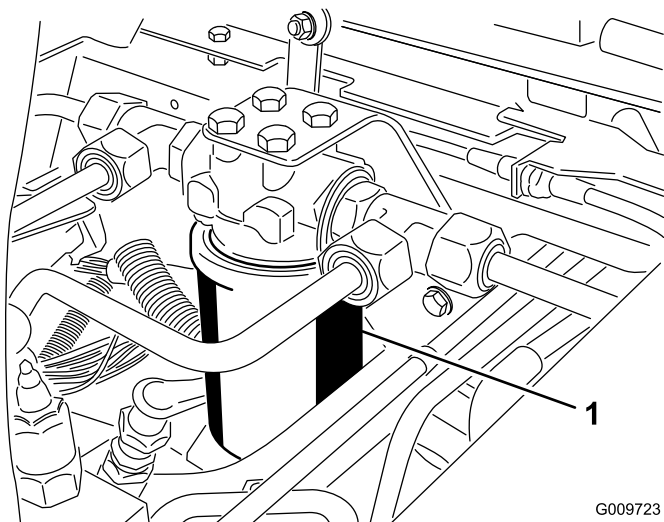
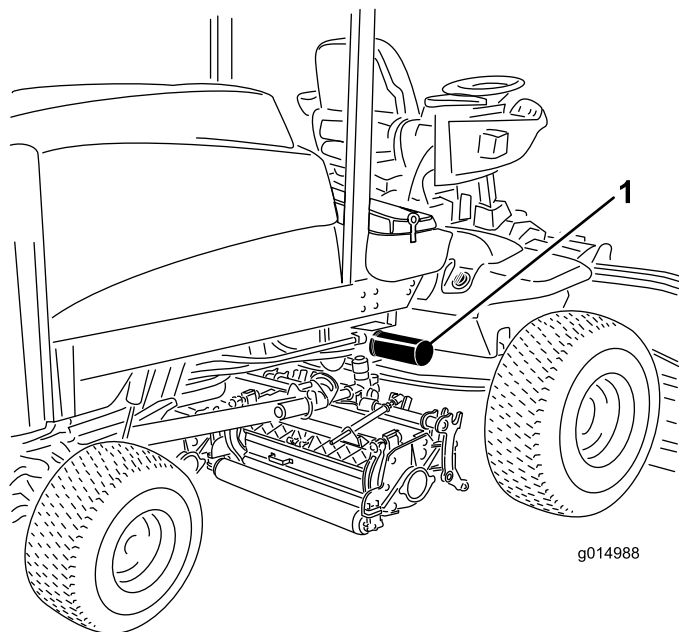

Figure 75
Figure 76
2. Nettoyez la zone autour de la surface de montage du filtre. Placez un bac de vidange sous le filtre et déposez le filtre (Figure 75 & Figure 76).